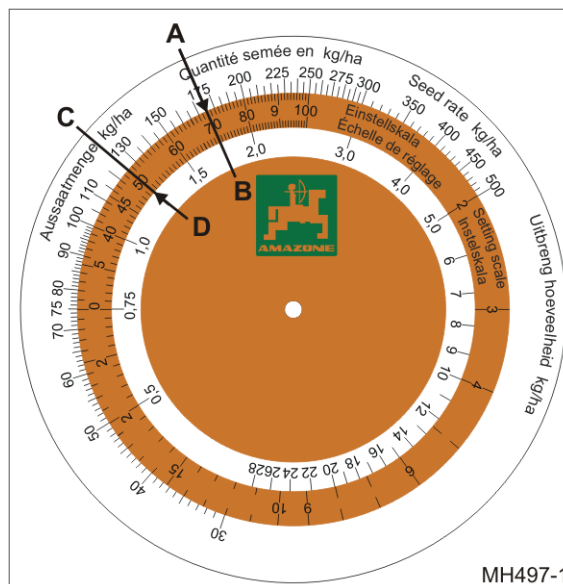

Рис. 176
- o рассчитанная норма высева 175 кг/га (Рис. 176/A)
- o значение настройки редуктора 70 (Рис. 176/B).
- o необходимая норма высева 125 кг/га (Рис. 176/C)
- o значение настройки редуктора 50 (Рис. 176/D).